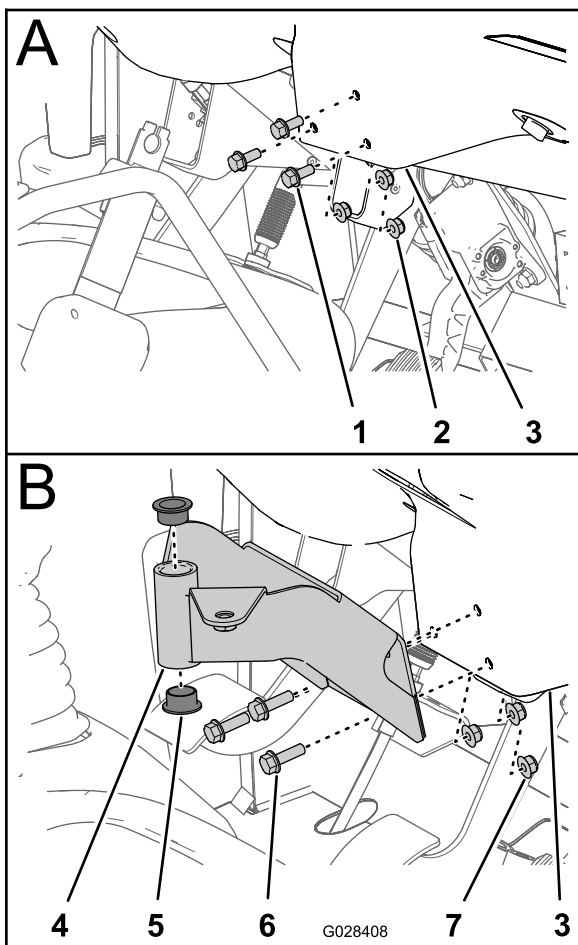

Figura 18
- Retire os três parafusos e as três porcas que prendem a parte central inferior do painel de instrumentos ao suporte de apoio do painel (Figura 18).
2. Alinhe os furos no suporte de montagem da consola de controlo com os furos no tablier e suporte de apoio (Figura 18).
4. Aperte os parafusos e porcas com uma força de (Figura 18).
5. Insira os dois casquilhos plásticos no suporte de montagem (Figura 18).